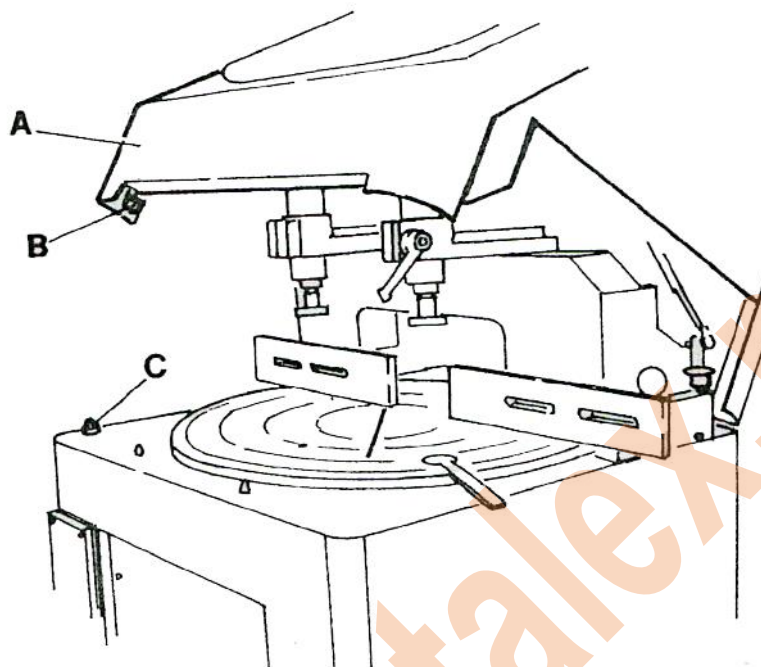

Рис. 6
5.3 Функция и использование ограждения лезвия (Рис. 6)